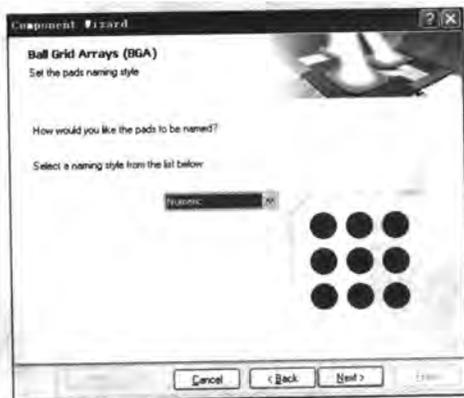

图 10-11 焊盘序号形式设定
- [7] 单击 **Next >** 按钮，进入焊盘序号形式设置对话框。系统提供了两种序号形式，即“Numeric”（数字）和“Alpha Numeric”（字母加数字），这里选择“Numeric”形式，如图 10-11 所示。